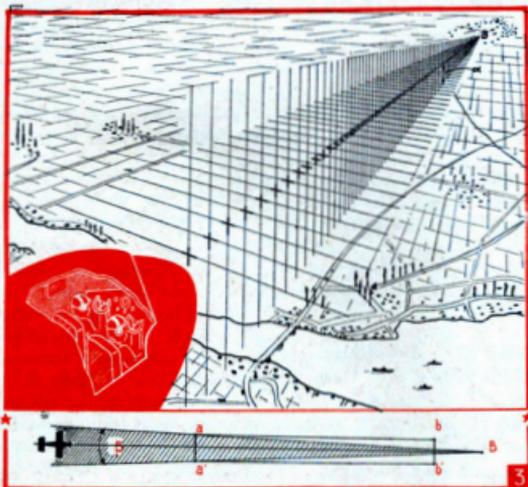

Fig. 3. — Principe de navigation sans visibilité à l'aide du système radiophare.
(1) Supposons, en effet, une plate de 50 mètres de largeur et de 1.000 mètres de longueur; un radiophare placé en B (figure 3) devra déterminer un chemin dont la demi-ouverture angulaire soit inférieure à 25 : 2.000, c'est-à-dire à 0,75 degré.